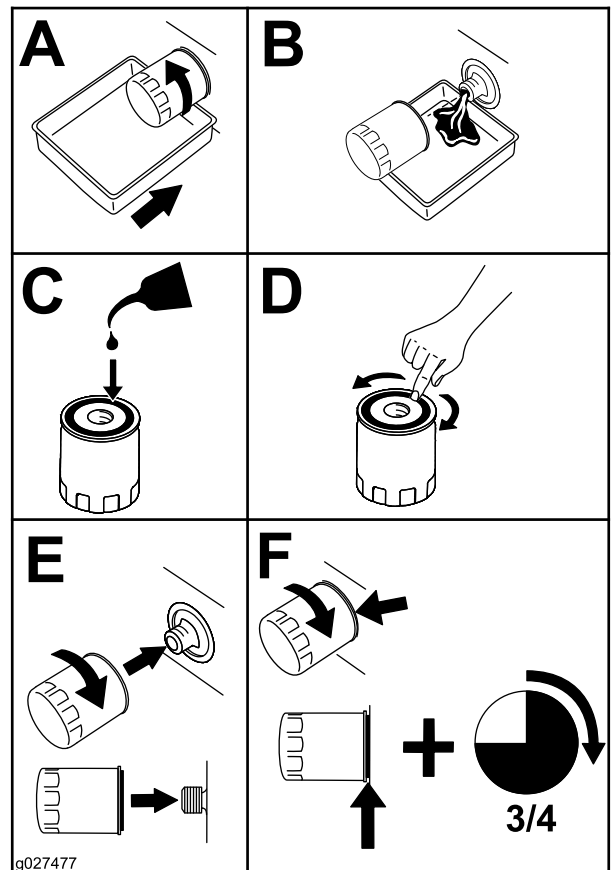

Рисунок 50
4. Замените масляный фильтр двигателя, как показано на Рисунок 50.